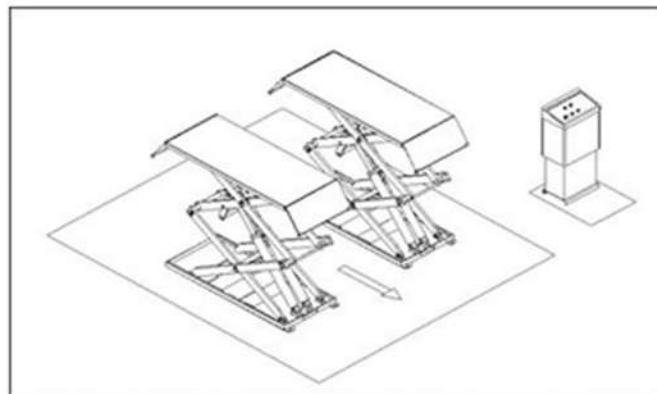

Figura 7
- Não entre na área de segurança quando o veículo estiver sendo içado. (Figura 7)